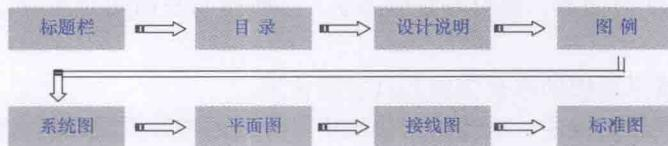

图 1-7 电气工程图读图顺序
(1) 读图的原则。就建筑电气施工图而言,一般遵循“六先六后”的原则。即:先强电后弱电、先系统后平面、先动力后照明、先下层后上层、先室内后室外、先简单后复杂。
(2) 读图的方法及顺序。读图的方法及顺序如图 1-7 所示。